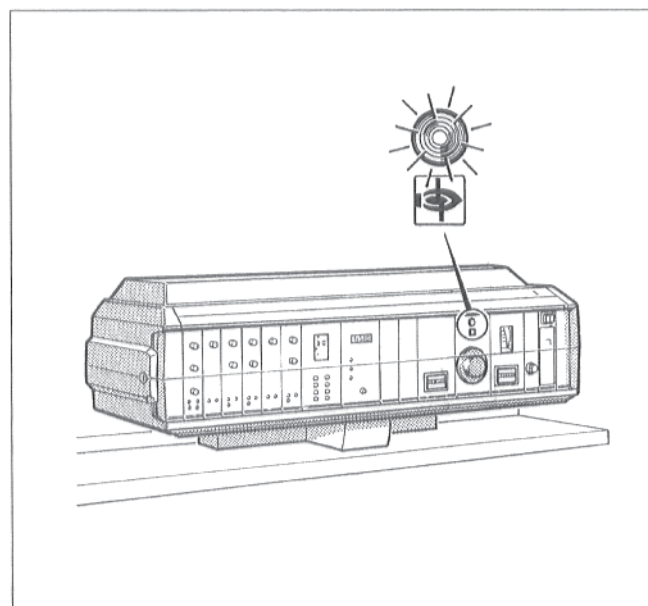

Рис. 3
- Если светится контрольная лампочка у регулятора (рис. 3), то необходимо нажать кнопку для подавления помех у горелки.